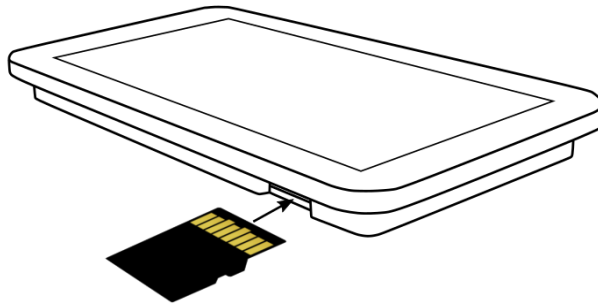

Abb. 22. Einlegen der Speicherkarte in das Bediengerät des Reglers
- die Speicherkarte vorsichtig in den entsprechenden Slot im Bediengerät einführen – siehe Abb. 22